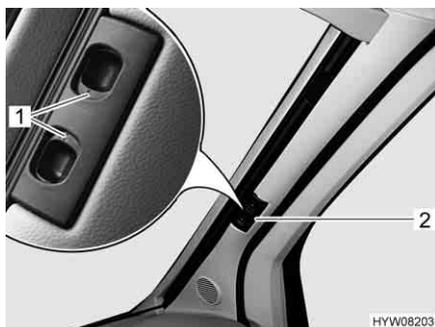

Bild 76 Faltschirm für die Frontscheibe
- Entriegelungsgriffe (Bild 76,1) zusammendrücken und gedrückt halten.
- Die Faltschirmhälfte für die Frontscheibe am Griff (Bild 76,2) zur Fenstermitte hin ziehen.
- Die beiden Hälften der Faltschirmhälfte für die Frontscheibe am Griff (Bild 76,2) bis zum Anschlag nach außen schieben. Griff dabei auf die Höhe der Verriegelungsaussparung anheben.
- Entriegelungsgriffe (Bild 76,1) loslassen und einrasten lassen.